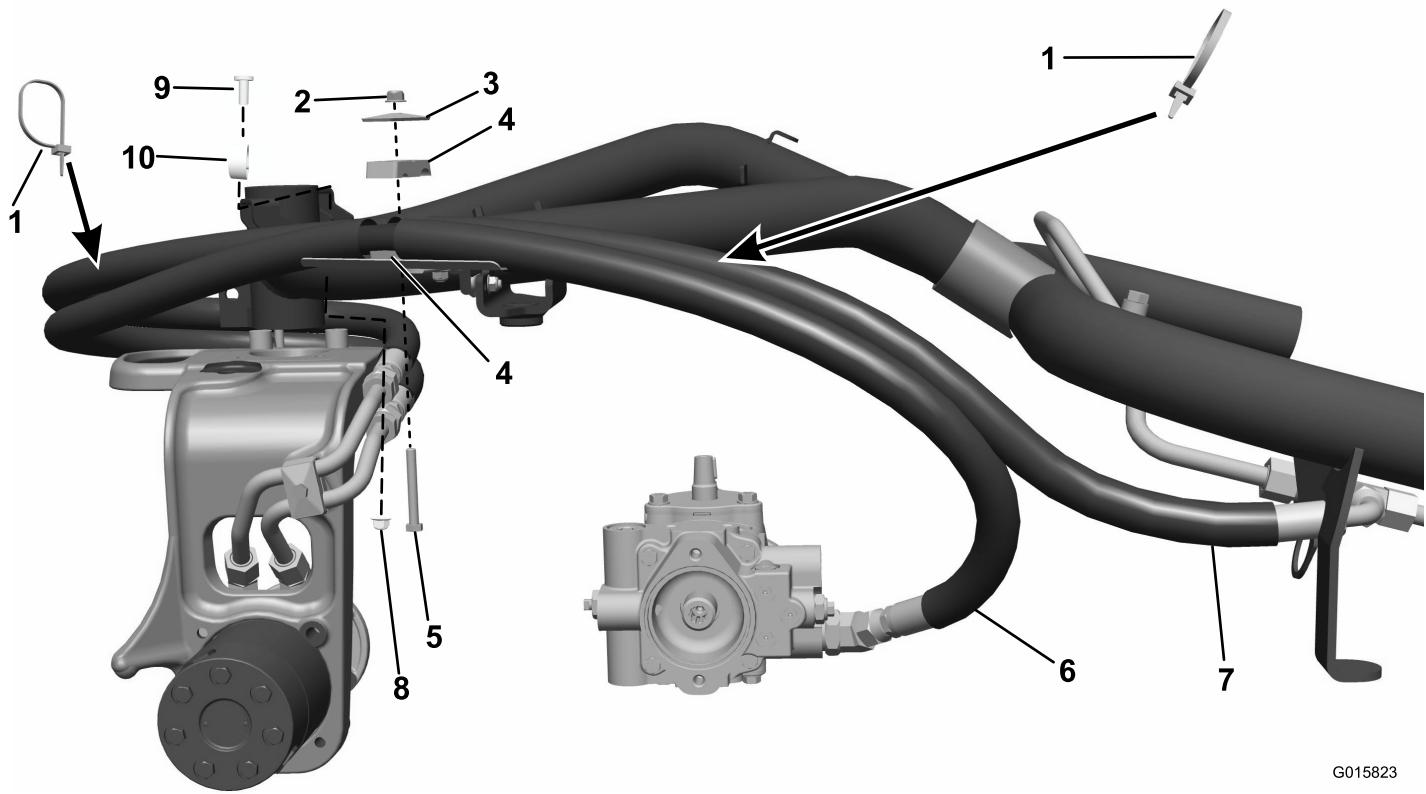
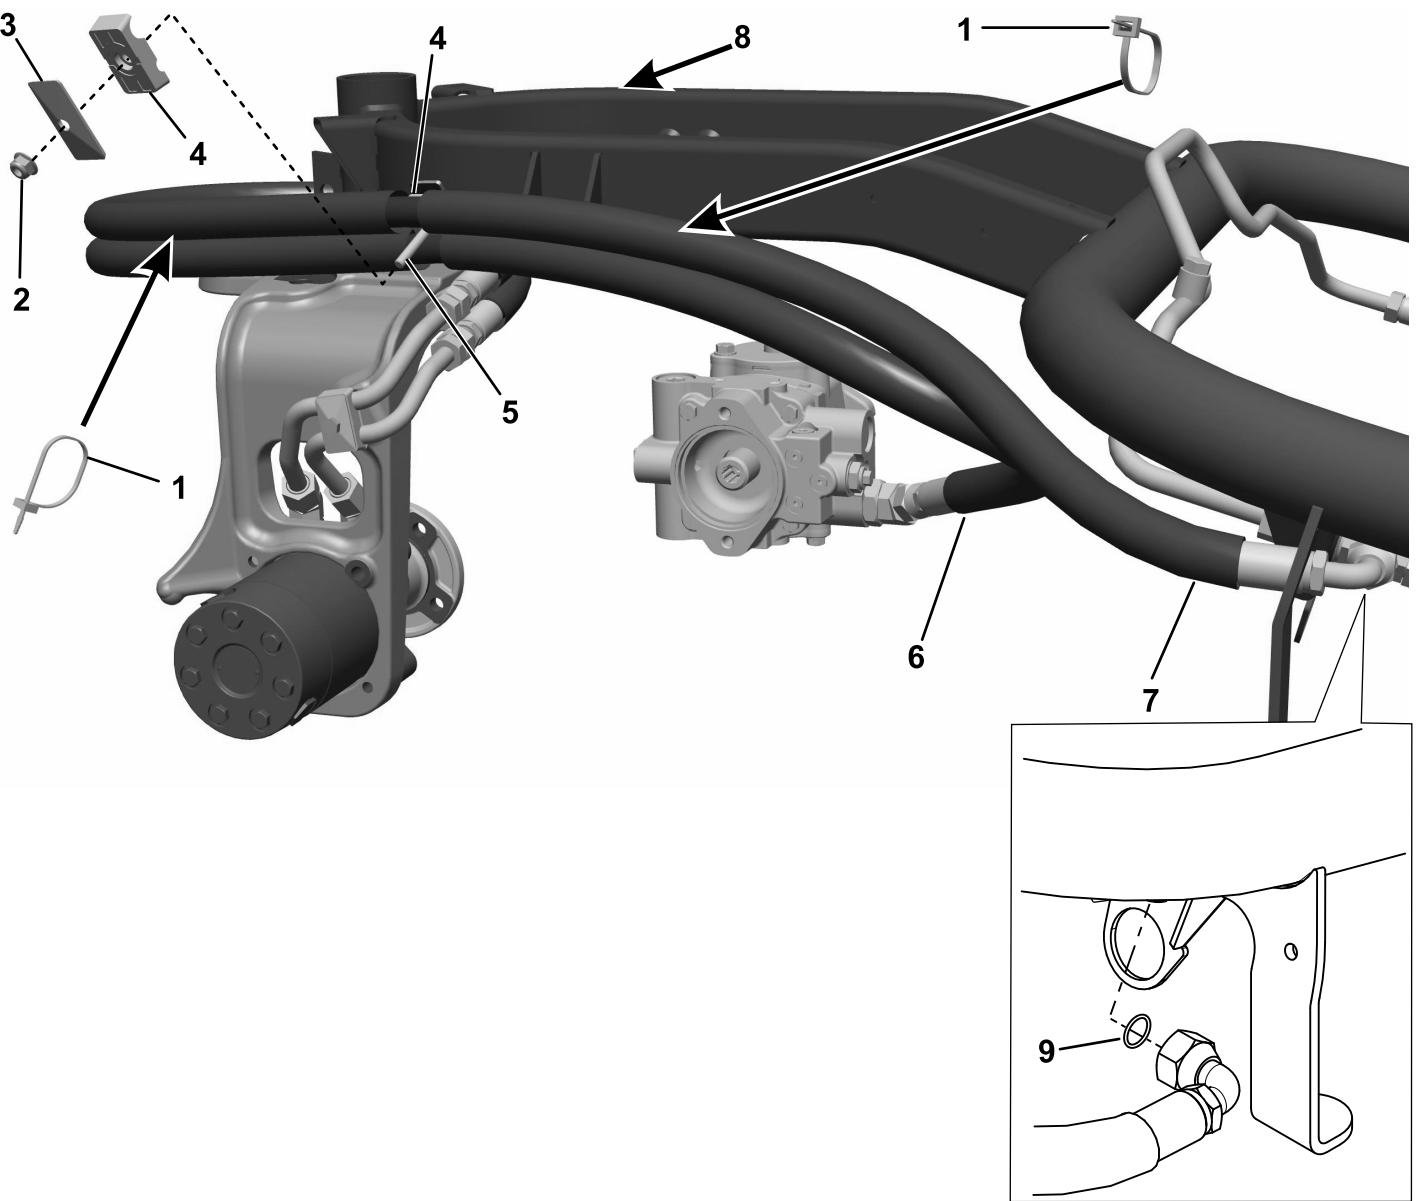

図 10
図 11
3. 両端にストレートフィッティングのついているホースを、キャスタフォークのガイドに通して下側のスチールラインに接続する。反対側の端を油圧タンクの下側フィッティングに取り付ける図 10 または図 11。
4. 残りのホースをガイドに通し、上側のスチールラインに接続する。反対側の端とOリングを前輪モーター(図 10 または図 11)用の上部ティー緒手に取り付ける。
クランプをブラケットに取り付ける。図 10 または図 11。
9. ホースアセンブリをワイヤタイで縛り付ける図 10 または図 11。ホース端部、フィッティング、クランプの本締めを行う。